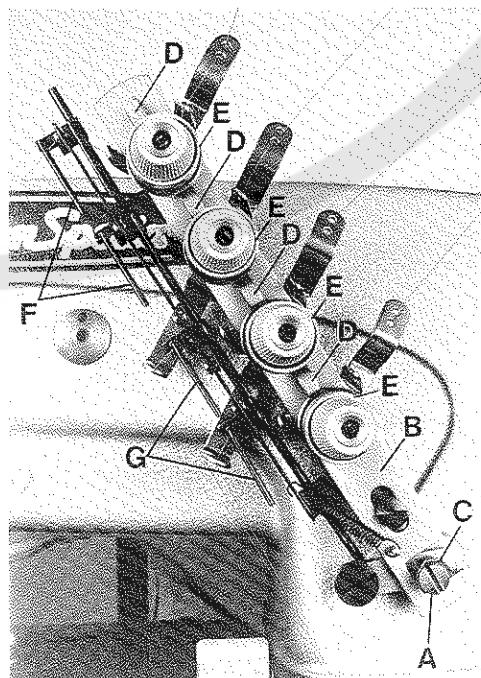

Fig. 31
Loosen screw (A, Fig. 31) and set the tension release bar (B) by turning eccentric (C) so that the separators (D) are as close as possible to the tension discs (E) without touching them. Retighten screw.
The thread pull-off hooks (F, Fig. 31) for the needle threads control the length of the needle thread tails on garment after trimming. The higher the hooks are set, the shorter the needle thread tails will be.
Set the thread pull-off hooks (G, Fig. 31) for the looper threads so that the right hooks barely contact the looper threads without deflecting them. After trimming the looper thread tails should be clamped securely by the leaf springs of "KLIPP-IT" thread trimmer.
Lösen Sie die Schraube (A, Fig. 31) und stellen Sie die Spannungs-Auslöseleiste (B) durch Drehen des Exzentrers (C) so, daß die Öffner (D) so dicht wie möglich an den Fadenspannungsscheiben (E) stehen, ohne diese zu berühren. Ziehen Sie die Schraube wieder an.
Die Fadenabzugshaken (F, Fig. 31) für die Nadelfäden regeln die Länge der Nadelfadenenden am Nähgut nach dem Abschneiden. Je höher die Haken gestellt werden umso kürzer werden die Nadelfadenenden.
Stellen Sie die Fadenabzugshaken (G, Fig. 31) für die Greiferfäden so, daß die rechten Haken die Greiferfäden gerade berühren ohne sie abzulenken. Nach dem Abschneiden müssen die Greiferfadenenden von den Blattfedern des "KLIPPAB" Fadenabschneiders sicher festgeklemmt werden.